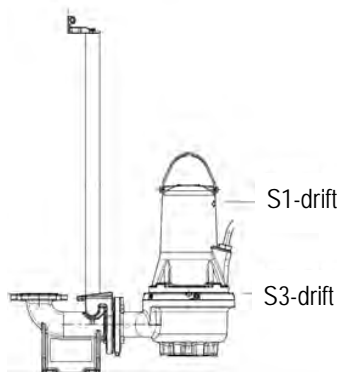

Fig. 2 Stopniveauer
- **Ved S1-drift** (kontinuerlig drift) skal pumpen altid være dækket af pumpemediet til toppen af motoren. Se fig. 2.
- **Ved S3-drift** ((intermitterende drift): Pumpen skal hele tiden være dækket af pumpet væske til den øverste del af pumpehuset. Se fig. 2 (kun for ikke-eksplosions sikrede versioner).